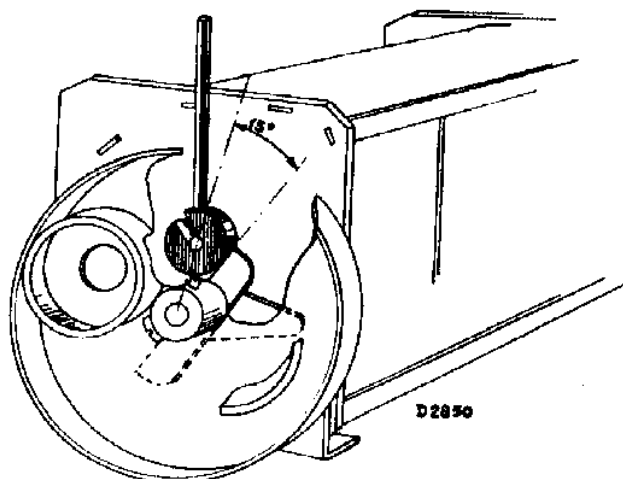

Fig. 5
4. 15° mal aanbrengen (zie fig. 5) en condensator vast tegen mal aandraaien (naar 200 m.).